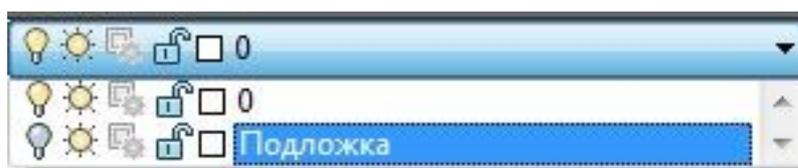

Рисунок 3.7. Всплывающая панель Слои.
- Выключаем видимость слоя Подложка. Для этого в панели Свойства щёлкаем по лампочке, см. Рисунок 3.7. Лампочка должна окраситься в голубой цвет, Подложка в пространстве модели станет невидимой.